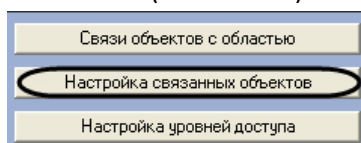

Рис. 3.7—7 Переход к настройкам связанных объектов
1. Перейти на панель настроек объекта **Зона** (Рис. 3.7—7).
2. Нажать кнопку **Настройка связанных объектов** (см. Рис. 3.7—7).